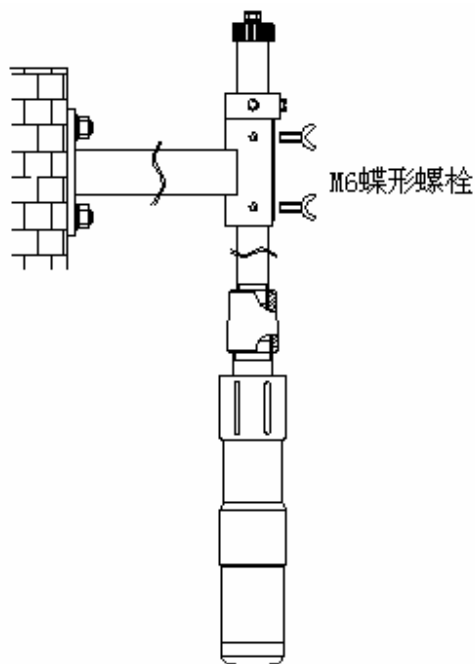

图 12 浸没式传感器安装示意图
③ 将安装好的传感器安装管装入安装在池壁上的支架上，并用两个蝶形螺栓固定，传感器的浸没式安装完成后如图 12 所示：